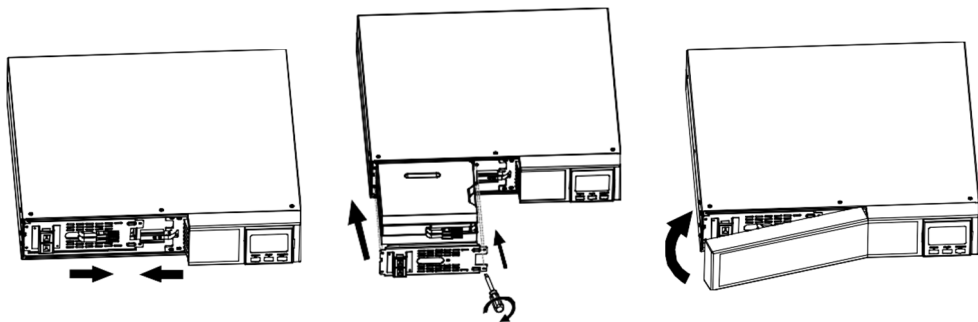

Рисунок 22 – Последовательность установки контейнера с батареей в корпус ИБП
- установить на место в ИБП контейнер с батареей (рисунок 22);